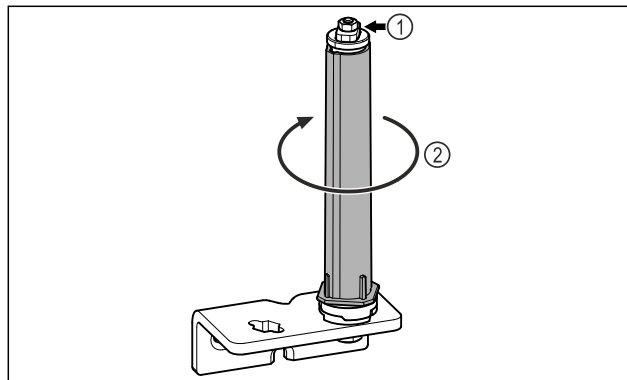

Fig. 13
- ▶ Не разбирайте систему закрытия двери Fig. 13 (1).
- ▶ Поворачивайте систему закрытия Fig. 13 (2) до щелчка.